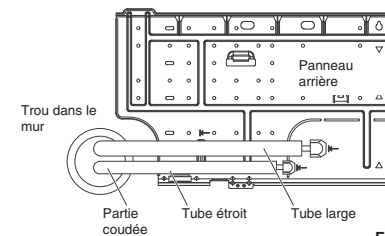

Fig. 3-98
- (1) Acheminer la tuyauterie et le tuyau de vidange par le mur en laissant une longueur suffisante pour la connexion. Plier ensuite la tuyauterie à l'aide de la cintreuse à tubes pour effectuer la connexion. (Fig. 3-98)
- (2) Permuter le tuyau de vidange et le capuchon de vidange.